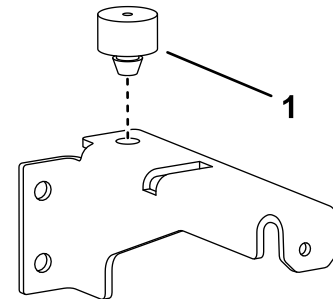

Bild 8
2. Montieren Sie die Stoßstange an der linken Halterung der Verkleidung (**Bild 8**).
4. Montieren Sie die Stoßstange an der linken Halterung der Verkleidung (**Bild 8**).